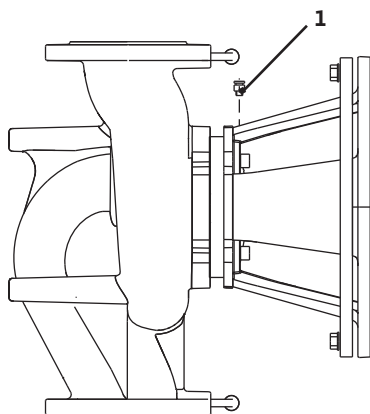

Fig. 38: Oro pašalinimo vožtuvas
- Atlaisvinkite oro šalinimo vožtuvus ir pašalinkite orą iš siurbių (Fig. 38, poz. 1). Dėl sausos eigos sugadinamas siurblio mechaninis sandariklis. Šalinti oro iš diferencialinio slėgio jutiklio negalima (galima sugadinti).